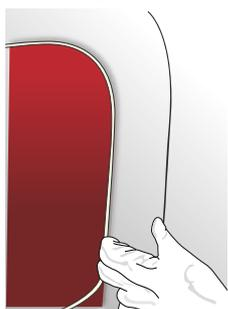

Abbildung 19
- › Erneut ist ein TIRODECO- oder WRAPKNIFE-Streifen auf der Folie, entlang des vorher durchgeführten Schnitts so anzubringen, dass dann letztendlich eine Folienüberlappung von ungefähr 3 mm entsteht. (Abb. 19)